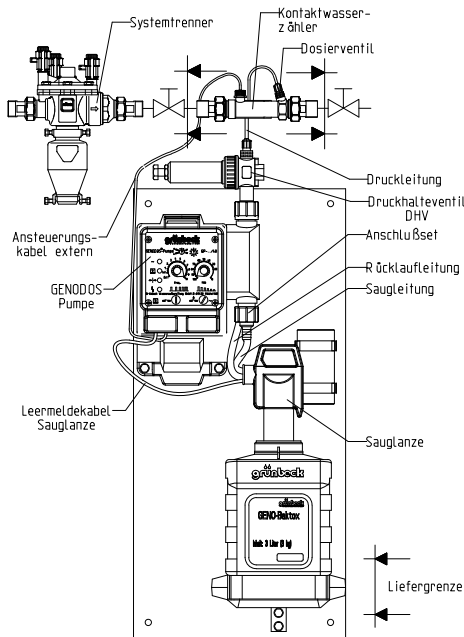
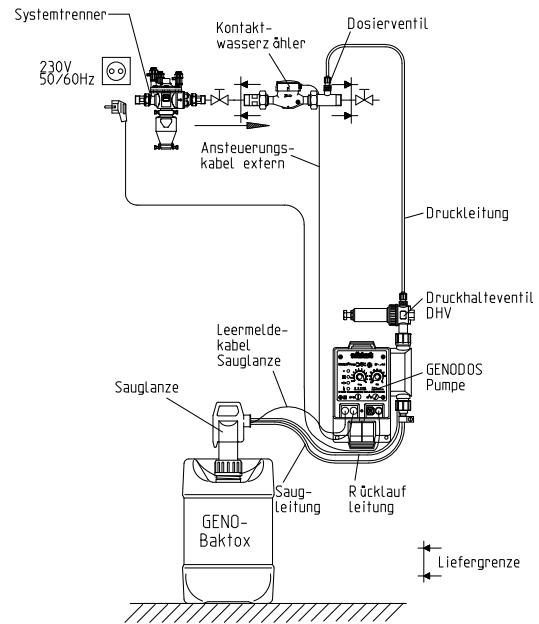

Abb. 2: Dosieranlage GENODOS® DM-BS 6
Abb. 3: Dosieranlagen GENODOS® DM-BS 10 – DM-BS 30
- Das Dosierventil ist so zu setzen, dass vor dem Ventil und danach eine Absperrmöglichkeit vorhanden ist (siehe Abb. 2 und Abb. 3).
Die Wasserzähler müssen gemäß des angebrachten Flussrichtungspfeiles (→) in die Wasserleitung montiert werden. Bei den Kontaktwasserzählern der Nennweiten 1½“ und 2“ muss darauf geachtet werden, dass das Einlegeteil mit Impfanschluss auf der Ausgangsseite des Wasserzählers montiert wird (siehe Abb. 3).